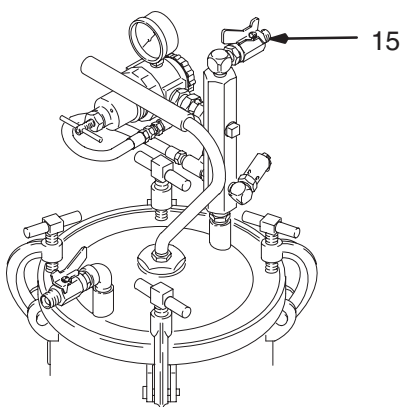

Fig. 2
1. Couper l'alimentation d'air du réservoir en fermant la vanne d'arrivée d'air (15). Voir Fig. 2.
Voir Fig. 2. Brancher un flexible d'alimentation d'air sur la vanne d'arrivée d'air (15) de 1/4 npt(m) et votre alimentation d'air. Monter un régulateur et filtre d'air (G) en amont de la vanne d'arrivée d'air pour éliminer les saletés et l'humidité contenues dans l'air d'alimentation. Voir **Accessoires** à la page 18. Brancher un flexible de produit (E) entre la vanne de sortie 3/8 npsm(m) (K) et l'entrée de produit du pistolet.
Fonctionnement du réservoir sous pression (Voir Fig. 2.)
La soupape de sûreté (12) détendra automatiquement la pression du réservoir quand la pression d'air dépassera 0,5 à 0,6 MPa (6,5 à 7 bars). Voir la figure 2 ou les vues éclatées.